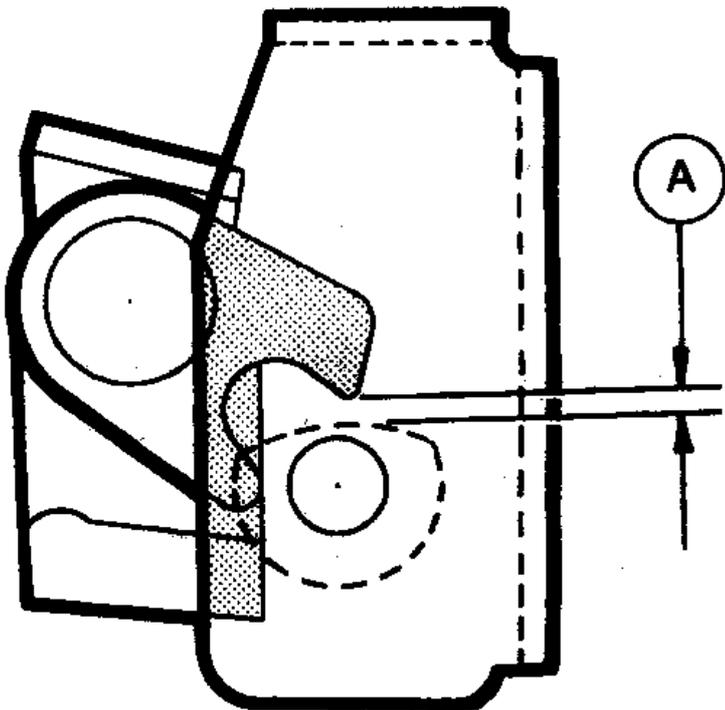

Рис. 12.3. Проверка регулировки фиксатора дверного замка (Разд.7)
5. При разблокированном замке проверьте зазор "А", показанный на Рис. 12.3. Проверить его можно, прилепив шарик из пластилина на штифт фиксатора и осторожно закрыв дверь. Осторожно перемещая ударную пластину по вертикали, добейтесь того, чтобы зазор был равен 2.0 мм.